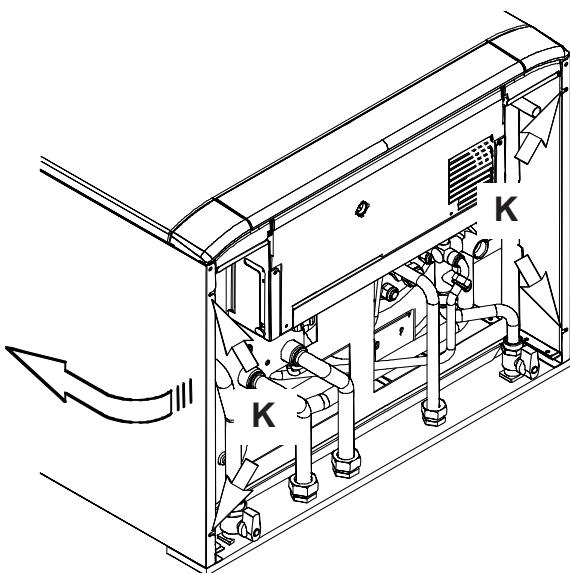

рисунок 5.10
- Отверните болты K (рисунок 5.10).